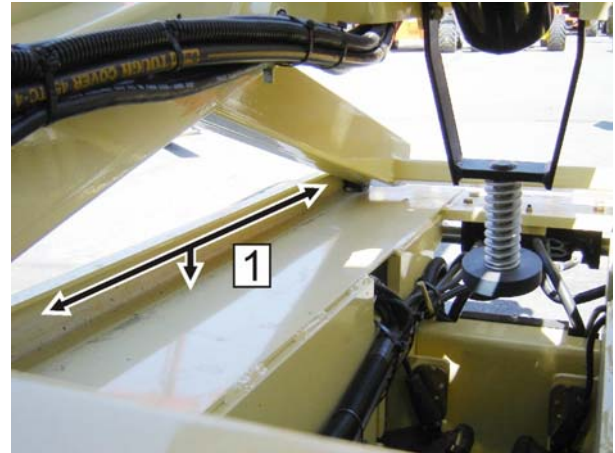

Figura 6-2. Canalul plăcuțelor glisante inferioare
2. Localizați plăcuțele glisante inferioare și superioare și îndepărtați toate impuritățile și reziduurile din zona canalului de glisare (1, 2). Consultați Figura 6-2., Canalul plăcuțelor glisante inferioare.
3. Aplicați un strat de lubrifiant pe partea interioară și inferioară a canalului de glisare inferior (1) pe ambele părți ale echipamentului.